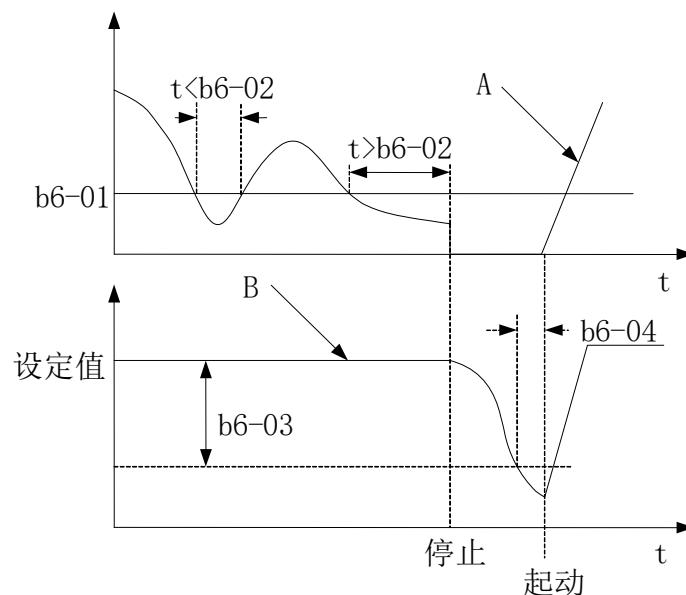

图5-32. 休眠过程频率图
- 2: 由PID设定值与反馈值控制休眠功能，此时变频器频率源P0-06必须为PID，参照图5-32